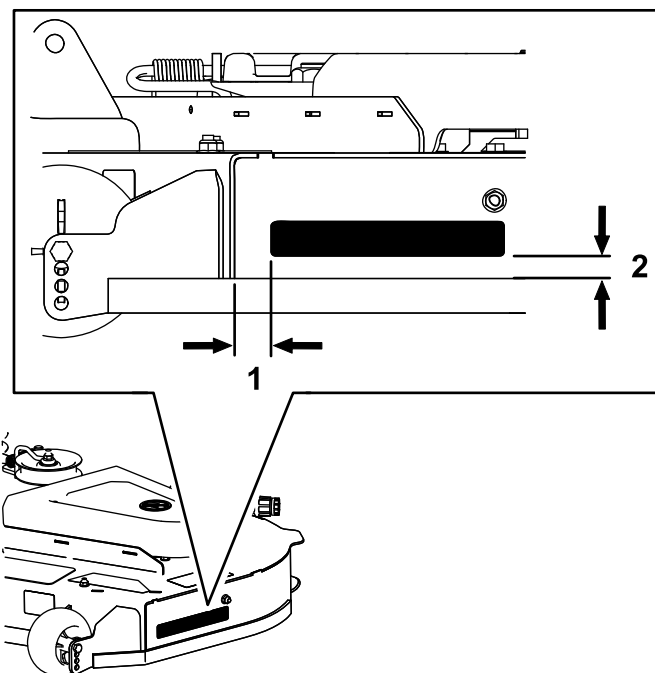

Bild 16
1. Appliquez l'autocollant sur le plateau de coupe, à l'emplacement indiqué à la Bild 16.